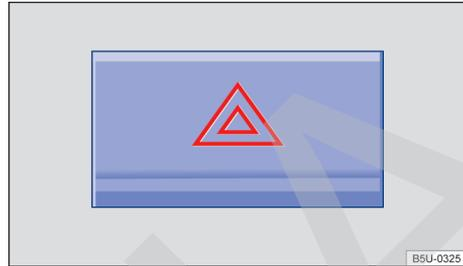

Fig. 20 En la parte superior de la consola central: interruptor de las luces de advertencia.
2. Encender las luces de advertencia con el conmutador  → fig. 20.
Las luces de advertencia también pueden apagarse al presionar el conmutador  en el panel de instrumentos → fig. 20.